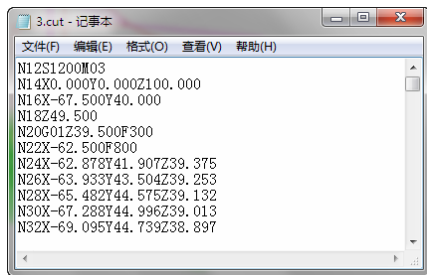

图 8-116 生成的数控代码
4) 输入文件名后选择“保存”按钮，系统提示“拾取加工轨迹”，应按顺序依次拾取加工轨迹。当拾取到加工轨迹后，该加工轨迹变为被拾取颜色。单击鼠标右键结束拾取，系统即生成数控程序。该程序是“记事本”文件，如图 8-116 所示。拾取时可使用系统提供的拾取工具，可以同时拾取多个加工轨迹，被拾取轨迹的代码将生成在一个文件中，生成的先后顺序与拾取的先后顺序相同。